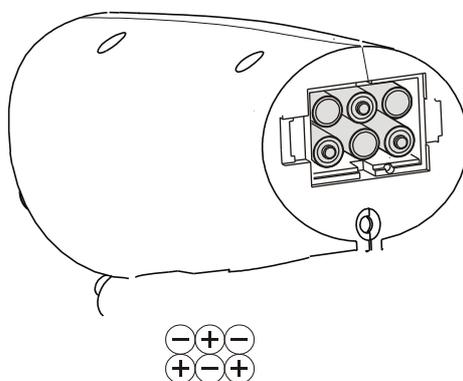

Figura.6
2. Inserire sei batterie AA nel vano come indicato dai simboli della polarità indicata all'interno del vano (Figura.6).